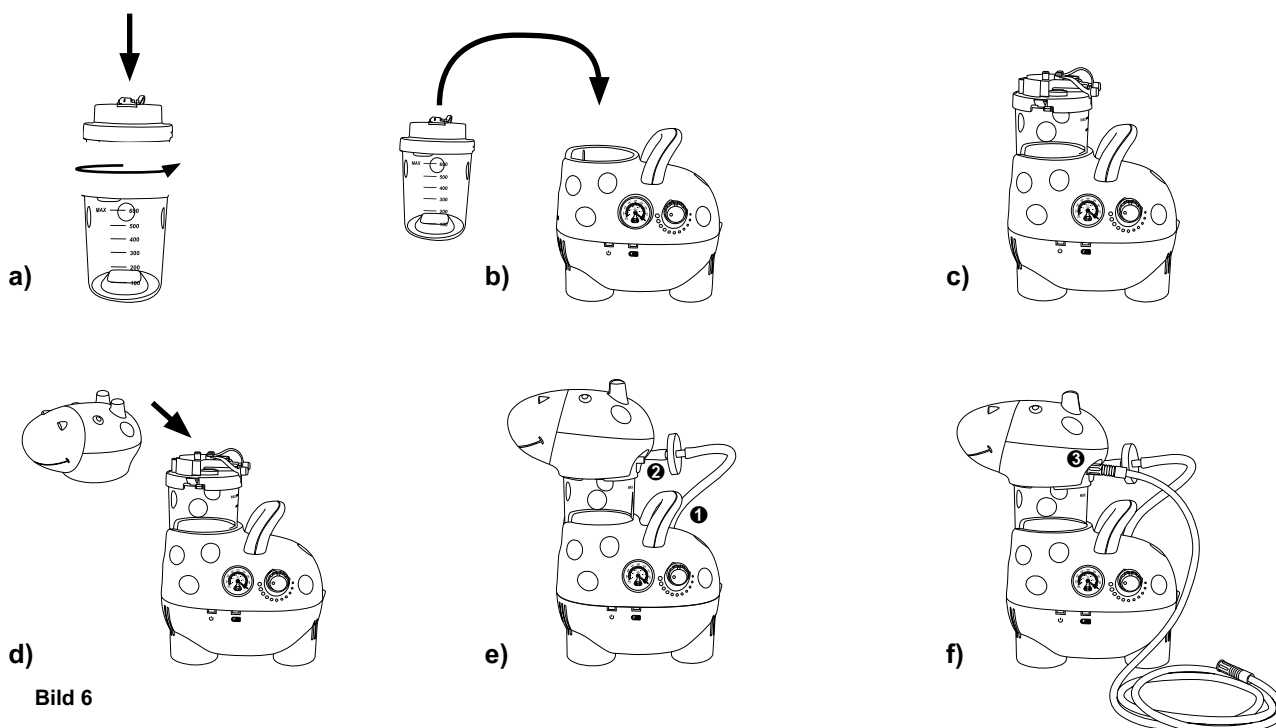

Bild 6
- Drücken Sie den Behälterdeckel leicht mit beiden Händen bis zum Anschlag auf den Behälter (Bild 6 / a) und verschließen den Deckel mit einer Drehbewegung im Uhrzeigersinn.
- Setzen Sie anschließend den Sekretbehälter in das Gerät ein (Bild 6 / b,c).
- Setzen Sie den Kopf auf den Sekretbehälter (Bild 6 / d).
- Den Absaugschlauch an den seitlichen Anschlussstutzen am Sekretbehälterdeckel (Bild 6 / f ②) mit leichter Drehung anschließen.
- Der Filter wird mit Hilfe der beiden kurzen Verbindungsschläuche zwischen Anschluss Absauggerät (Bild 6 / e ①) und Anschluss Sekretbehälterdeckel (Bild 6 / e ②) verbunden.